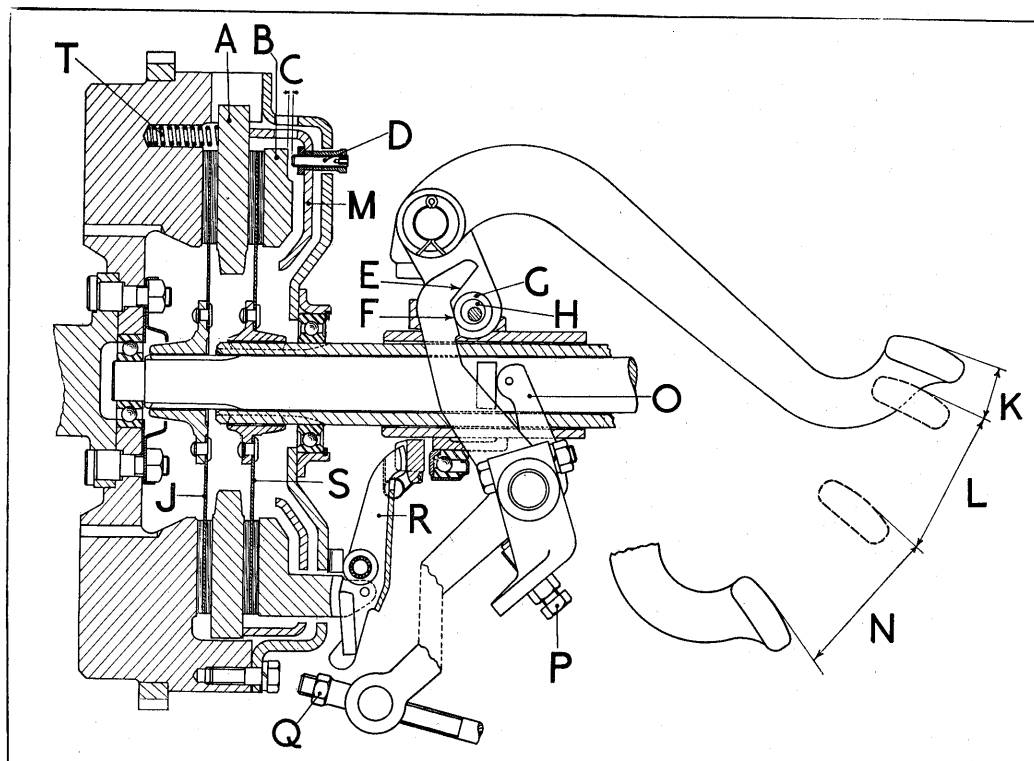

Fig. 16. Principskitse af dobbeltkoblingen.
Når koblingspedalen trykkes ned (se fig. 16), vil trykskiven (B) blive trukket bagud af fingrene (R), og kørekoblingens nav (S) blive frigjort. Spillerummet ved (C) vil derved blive reduceret til .009" - .012" (0,23 - 0,31 mm).
1. Løsn møtrik (Q) (fig. 16) og indstil pedalens frigang til 1" (25,4 mm) ved hjælp af skruen (P). Med koblingspedalen i neutral stilling (helt oppe), indstilles spillerummet (C) til .060" (1,5 mm) ved hjælp af justerskruerne (D). Låsemøtrikkerne har 7/16" (11 mm) nøglevidde, og selve justerskruerne skal drejes med en sekskantstiftnøgle (Allen eller Umbraco) på 1/8".
2. Tryk koblingspedalen så langt ned, at rullen (G) netop rører begge fladerne (E) og (F) samtidig og mål afstanden ved (C). Ligger denne ikke indenfor .009" - .012" (0,23 - 0,31 mm), skal den excentriske indstillingsanordning drejes til næste hul. Der drejes med uret for at forøge spillerummet og mod uret for at formindske spillerummet.
3. Kontroller pedalens frigang. Genindstil om fornødent og kontroller igen ved (C). Spænd møtrikken (Q) således, at der er 1,5 mm frigang ved håndkoblingsforbindelsen.
4. Start motoren og tryk koblingspedalen ned, indtil rullen rører fladen (E). Kørekoblingen skal nu være helt udløst, således, at der let kan skiftes gear, og når pedalen trykkes helt ned, skal PTO-koblingen være udløst.
Løft koblingen ud af traktoren, idet mel-lemtrykpladen får lov at blive siddende i svinghjulet. Bagenden af koblingen løftes først opefter, indtil den er klar af gearkas-serammen, og så kan hele koblingen løftes opad og bagud. Det vil lette arbejdet, om man slækker helt og fuldstændigt på kob-lingsfrigangsjusterskruen P. fig. 16, så-ledes at koblingsgaflen kan gå helt tilbage.